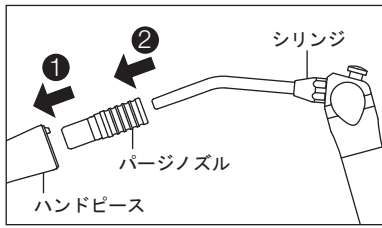

図8
- ハンドピース後部にパージノズルをカチッと音がし、固定されるまで挿し込みます(図8①)。
- シリンジまたはエアガンにパージノズルに挿し込み、30秒以上エアを噴射しハンドピース内の余剰なオイルを排出してください(図8②)。